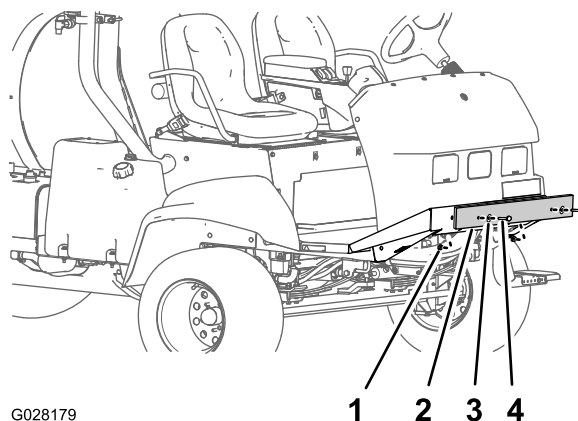

Figura 4
1. Rimuovete i bulloni, le rondelle e i dadi che fissano il paraurti di carico alla piastra del telaio anteriore (Figura 4).
2. Rimuovete il paraurti di carico dalla macchina (Figura 4).